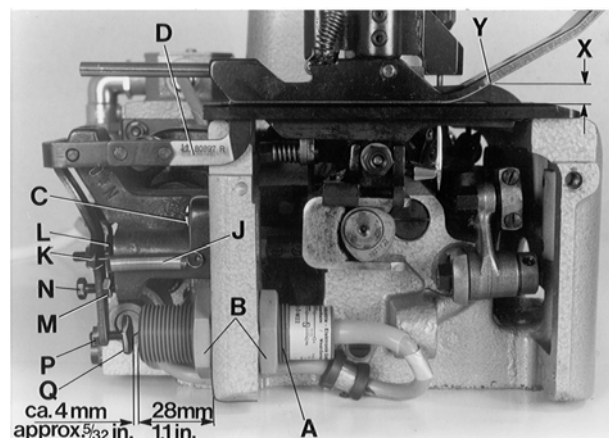
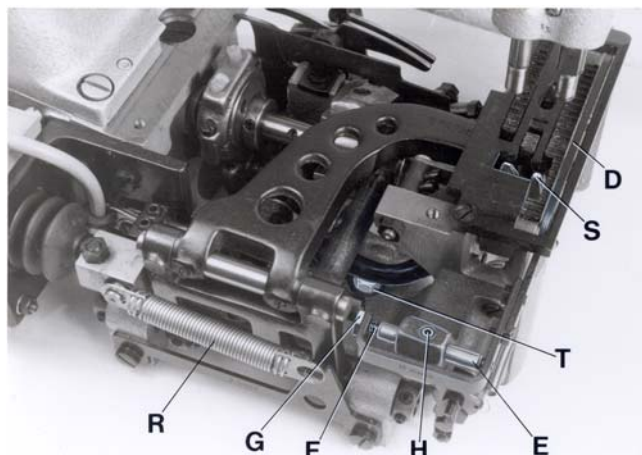

Fig. 14
Fig. 15
Remove cloth plate and left end cover. Mount the electronic proximity switch (A, Fig. 14) to the dimension of 28 mm (1.1"), as shown in Fig. 14.
The feeler (D, Figs. 14 and 15) is adjusted initially with the two fastening screws (C, Fig. 14) for the feeler support bracket.
The feeler (D, Figs. 14 and 15) should not have any lateral play but should turn readily. For this, adjust the centering shaft (E, Fig. 15) with centering screw (F) and lock nut (G) accordingly.
Loosen screw (H, Fig. 15) and center the feeler (D) in the throat plate and presser foot slot, by moving the centering shaft (E) laterally. The feeler must turn readily. Retighten screw (H).
Hang in tension spring (J, Fig. 14).
The feeler should be set as high as possible. The dimension (X, Fig. 14) between upper throat plate surface and upper edge of feeler at the bag entrance zone, should not be less than 7 mm (.270") on styles 80800R, RL, S and SL, and not less than 7 mm (.290") on styles 80800TL, TAL, U, UA, UL and UAL.
For adjustment loosen nut (K, Fig. 14) and turn-off screw (L), so that the head of screw does not contact the magnet in the feeler support bracket. Loosen nut (M) and turn the feeler stop screw (N) in or out, as required, to adjust the correct feeler height.
NOTE: When the presser foot rests on the throat plate (feed dog below throat plate), the distance between upper edge of feeler and lower edge of the feeler slot cut-out in the presser foot (see Y, Fig. 14) should be approx. 1 mm (.040") on styles 80800R, RL, S and SL, and approx. 2 mm (.080") on styles 80800TL, TAL, U, UA, UL and UAL.
Secure the set feeler height with lock nut (M, Fig. 14).
Entfernen Sie die Stoffplatte und das linke Abschlußblech. Montieren Sie den elektronischen Annäherungsschalter (A, Fig. 14), wie in Fig. 14 gezeigt, auf das Maß 28 mm.
Mit den beiden Befestigungsschrauben (C, Fig. 14) für den Taster-Lagerbock wird der Taster (D, Fig. 15 und 15) vorläufig ausgerichtet.
Der Taster (D, Fig. 15 und 15) darf kein seitliches Spiel haben, muß sich aber ganz leicht drehen. Stellen Sie dazu die Zentrierachse (E, Fig. 15) mit dem Zentrierstift (F) und die Zentrierachse (E, Fig. 15) mit dem Zentrierstift (F) und der Kontermutter (G) entsprechend ein.
Lösen Sie die Schraube (H, Fig. 15) und vermitteln Sie den Taster (D) durch seitliches verschieben der Zentrierachse (E) im Stichplatten- und Drückerfußschlitz. Der Taster muß sich frei bewegen können. Ziehen Sie die Schraube (H) wieder an. Hängen Sie die Zugfeder (J, Fig. 14) ein.
Der Taster soll so hoch wie möglich eingestellt sein. Das Maß (X, Fig. 14) zwischen Stichplattenoberfläche und Tasteroberkante in der Sackeinlaufzone darf bei den Maschinen 80800R, RL, S und SL nicht kleiner als 7 mm und bei den Maschinen 80800TL, TAL, U, UA, UL und UAL nicht kleiner als 7,5 mm sein.
Zur Einstellung lösen Sie die Mutter (K, Fig. 14) und drehen die Schraube (L) soweit zurück, daß der Schraubenkopf den Magneten im Taster-Lagerbock nicht berühren kann. Lösen Sie die Mutter (M) und drehen Sie die Taster-Anschlagschraube (N) entsprechend ein oder aus bis die richtige Tasterhöhe erreicht ist.
BEACHTEN SIE: Wenn der Drückerfuß auf der Stichplatte aufliegt (Transporteur unter der Stichplatte), soll zwischen Oberkante Taster und Unterkante Tasterausparung im Drückerfuß (siehe Y, Fig. 14) bei den Maschinen 80800R, RL, S und SL ein Abstand von etwa 1 mm und bei den Maschinen 80800 TL, TAL, U, UA und UAL ein Abstand von etwa 2 mm sein.
U sichern Sie die eingestellte Tasterhöhe durch Kontern der Mutter (M, Fig. 14).
The switching pressure on the feeler is set with screw (K, Fig. 14).
NOTE: The closer the head of screw (K, Fig. 14) to the magnet the higher the switching pressure on the feeler. Secure the position of screw (K) with lock nut (L).
The electrical switching point of the proximity switch (A, Fig. 14) is determined by screw (Q, Fig. 14). The distance between screw head and the face of the proximity switch is approx. 4 mm (5/32") (see Fig. 14), when the feeler is in home position. This distance of 4 mm (5/32") is not exactly the same for all switches. Connect the machine electrically. With feeler in home position set the proper switching point as follows:
Loosen nut (P, Fig. 14). Turn screw (Q) away from switch, until the switch switches on. Then turn screw (Q) slowly towards the switch, until the switch switches off. Now turn screw (Q) a further 1/2 turn towards the switch. Secure this position of screw (Q) with lock nut (P).
When the solenoid on styles 80800R and S or the air cylinder on styles 80800RL and SL for the chain cutter (S, Fig. 15) is not activated and the chain cutter is in its home position below the throat plate, the knife tips of the chain cutter (S) should be positioned 0.5 mm (.020") below the throat plate top surface.
To obtain this setting, adjust the knife lever stop screw with lock nut (T, Fig. 15) in the bottom of the bed casting accordingly. The slotted thread end of screw (T) is accessible from the bottom of the bed casting for adjustment.
In cutting position, above the throat plate, the cutting edges of the chain cutter (S, Fig. 15) should overlap by 0.3 mm (.012") to assure a proper thread chain cutting.
On styles 80800R and S with solenoid operated chain cutter the core of solenoid (C, Fig. 16) must rest firmly on the solenoid (D) while adjusting the overlapping of the knife cutting edges of the chain cutter. Unhook pull-back spring (R, Fig. 15) and press the solenoid rod against the solenoid until the core of solenoid (C, Fig. 16) butts on the solenoid (D). Loosen nut (A, Fig. 16) and move clamp (B) on the solenoid rod to the left or right, until the cutting edges overlap approx. 0.3 mm (.012"). Retighten nut (A) and replace pull-back spring (R, Fig. 15).
Der Schaltdruck am Taster wird mit der Schraube (K, Fig. 14 eingestellt.
BEACHTEN SIE: Je näher der Schraubenkopf der Schraube (K, Fig. 14) am Magneten ist, umso höher ist der Schaltdruck am Taster. Sichern Sie die Stellung der Schraube (K) durch Kontern der Mutter (L).
Mit der Schraube (Q, Fig. 14) wird der elektrische Schaltpunkt des Annäherungsschalters (A, Fig. 14) bestimmt. Der Abstand zwischen Schraubenkopf und Stirnfläche des Annäherungsschalters beträgt in Ruhestellung des Tasters etwa 4 mm (siehe Fig. 14). Dieser Abstand von 4 mm ist nicht bei allen Schaltern genau gleich. Schließen Sie die Maschine elektrisch an. Der genaue Schaltpunkt wird in Ruhestellung des Tasters wie folgt eingestellt: Lösen Sie die Mutter (P, Fig. 14). Drehen Sie die Schraube (Q) vom Schalter weg bis der Schalter einschaltet. Dann drehen Sie die Schraube (Q) langsam zum Schalter hin, bis der Schalter ausschaltet. Drehen Sie dann die Schraube (Q) noch 1/2 Umdrehung weiter zum Schalter hin. Sichern Sie die Stellung der Schraube (Q) durch Kontern der Mutter (P).
Wenn der Elektromagnet bei den Maschinen 80800R und S, oder der Luftzylinder bei den Maschinen 80800RL und SL für die Kettenschere (S, Fig. 15) nicht aktiviert ist und die Kettenschere in ihre Ausgangslage unter der Stichplatte ist, sollen die obersten Messerkanten der Kettenschere (S) etwa 0,5 mm unter der Stichplattenoberfläche stehen.
Stellen Sie dazu die Messerhebel-Anschlagschraube mit Kontermutter (T, Fig. 15) unten im Gehäuseguß entsprechend ein. Das geschlitzte Gewindeende der Schraube (T) ist zur Einstellung von der Unterseite des Gehäuse aus zugänglich.